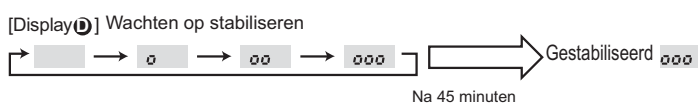

Fig. 9-3
- ③ Druk op **FILTER** om de instelling te bevestigen. (Fig. 9-3)